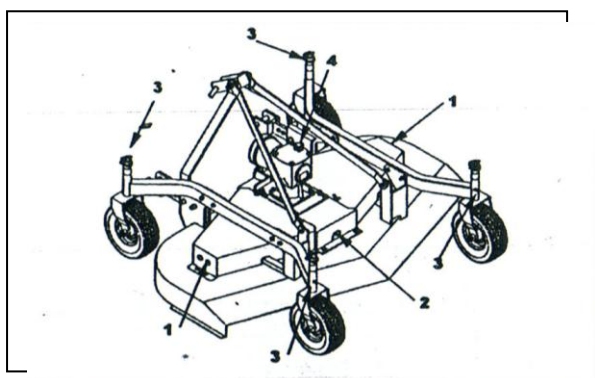

Fig.5
- Het invetten van lagers (1,2,3-fig.5)
- het invetten van wieldragers (5-fig.5)
De olie in de tandwielkast moet na de eerste 50 werkuren en daarna de 800 uren vervangen worden. (4-fig.5)
Spuit smeervet in de nippels, zoals in fig.5, door middel van een pomp. Stop met invetten zodra het verse vet te voorschijn komt.